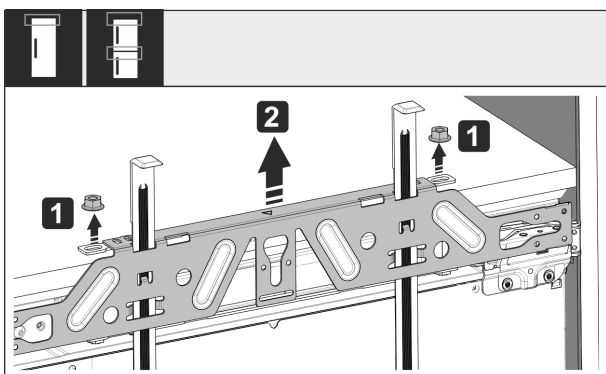

Fig. 55
- ▶ Kontermuttern Fig. 55 (1) lösen.
- ▶ Befestigungstraverse Fig. 55 (2) abnehmen.